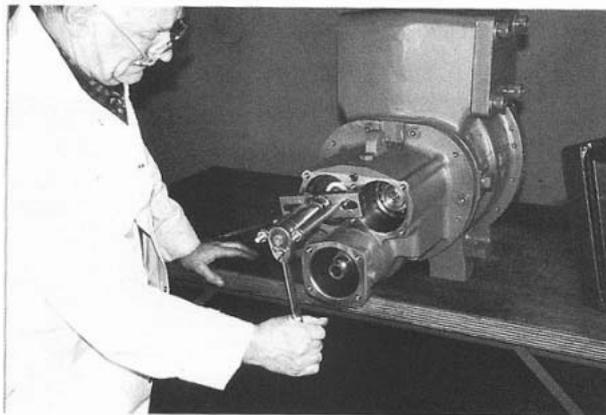

Рис. 45
28. Снимите втулку разгрузочного барабана вместе с лабиринтной вставкой, используя опору домкрата XR12008J. (Рис. 45 и 46)